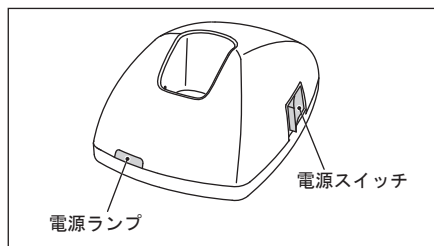

図 2
- 3) 電源スイッチをONにします(電源ランプが点灯します)。(図2)